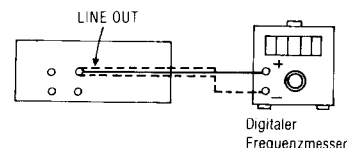

Abb. 3
1. Der Testaufbau ist in Abb. 3 gezeigt.